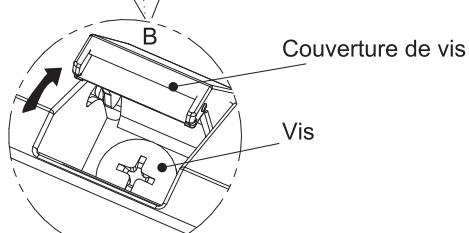

Fig. 10
- 3) Dans la position B, ouvrez les couvertures de vis comme illustrée sur la Fig. 10 et retirez les vis.